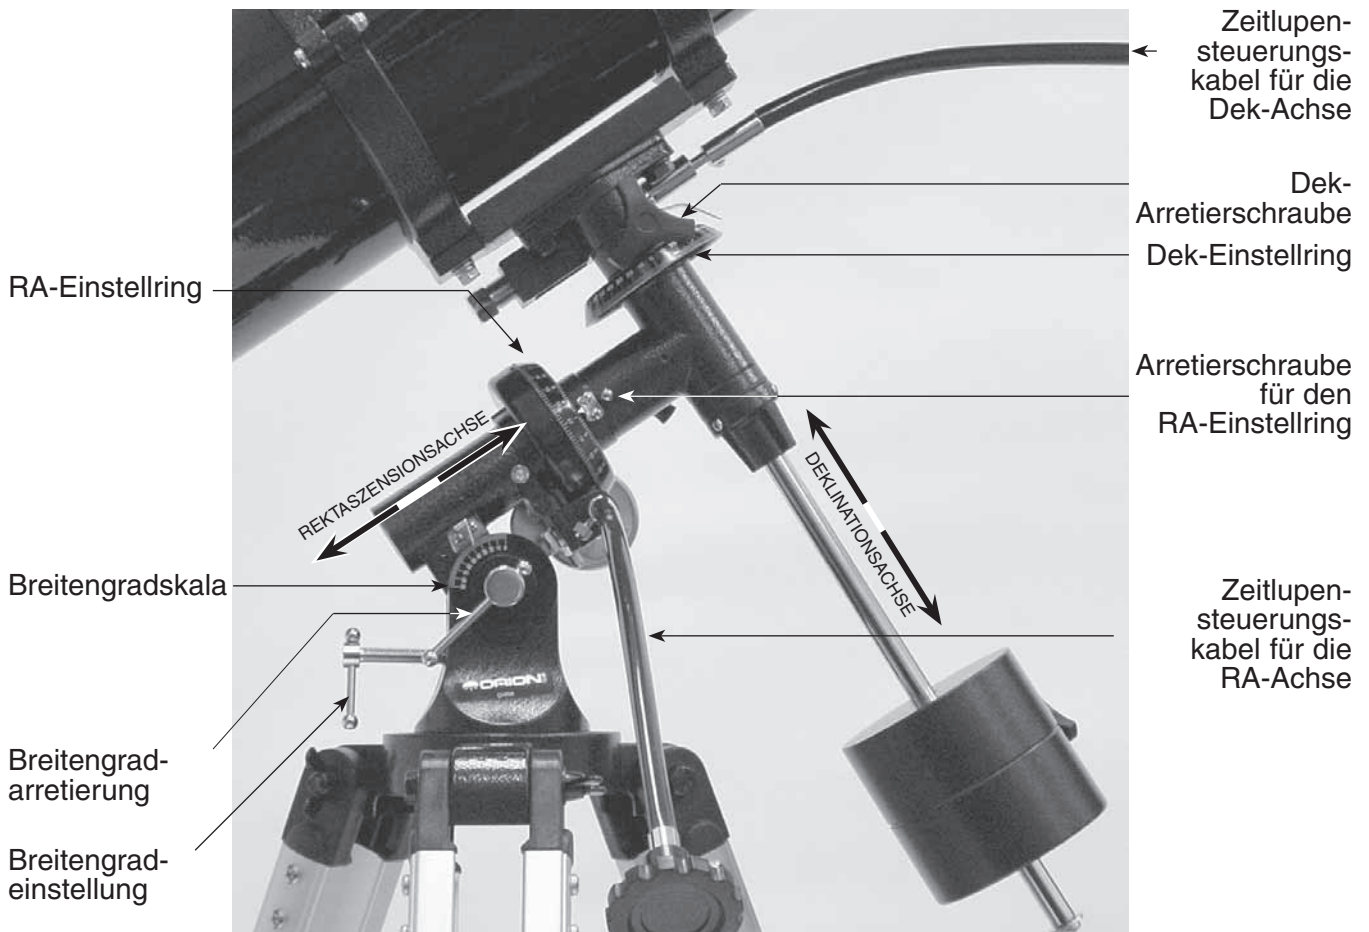

Abbildung 2. Die parallaktische Montage des SpaceProbe 130 mm-Teleskops.
4. Richten Sie die parallaktische Montage wie in Abbildung 2 gezeigt etwa auf den 40. Breitengrad aus. Der Zeiger neben der Breitengradskala (direkt oberhalb der Breitengradarretierung) muss auf die Markierung an der „40“ zeigen. Lockern Sie dazu zunächst die Breitengradarretierung, und drehen Sie die Schraube für die Breitengradeinstellung so lange, bis der Zeiger auf „40“ steht. Ziehen Sie die Breitengradarretierung dann wieder fest. Die Achsen für Deklination (Dek) und Rektaszension (RA) müssen möglicherweise ebenfalls neu ausgerichtet (gedreht) werden. Achten Sie darauf, zunächst die RA- und die Dek-Arretierschraube zu lockern. Sobald die parallaktische Montage korrekt ausgerichtet ist, ziehen Sie die Arretierschrauben für die RA- und die Dek-Achse wieder fest.
Während Ihrer Beobachtungen des Nachthimmels haben Sie sicherlich schon bemerkt, dass sich die Sterne im Laufe der Zeit langsam von Osten nach Westen zu bewegen scheinen. Diese scheinbare Bewegung wird durch die Erdrotation verursacht (von Westen nach Osten). Eine parallaktische Montierung (Abbildung 2) ist so konstruiert, dass sie diese Bewegung ausgleichen kann. Dadurch können Sie die Bewegung astronomischer Objekte problemlos „verfolgen“, ohne dass diese während der Beobachtungen aus dem Sichtfeld Ihres Teleskops wandern.